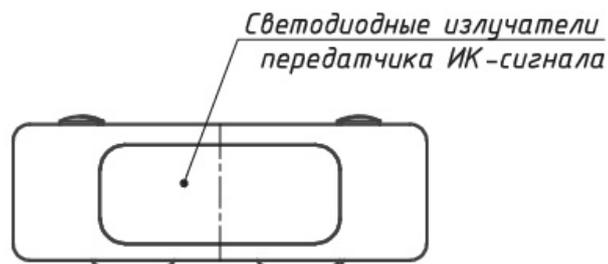

Рисунок 3 – Расположение светодиодного излучателя передатчика ИК-сигналов
- 2) двух светодиодных излучателей передатчика ИК-сигнала (рисунок 3);